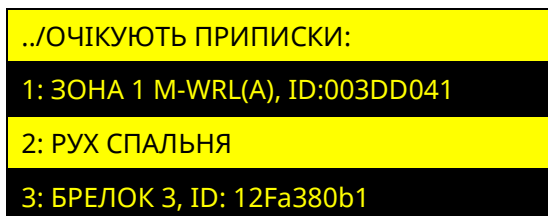

Рисунок 4.14 – Вікно відображення елементів, які очікують приписки
В пункті **«ПРИПИСКА»** розділу «БЕЗПРОВІДНІ КОМПОНЕНТИ», відображається список зон модуля M-WRL(A) до яких не приписані безпроводні сповіщувачі а також брелки, до яких не приписані SpaceControl (рисунок 4.14).